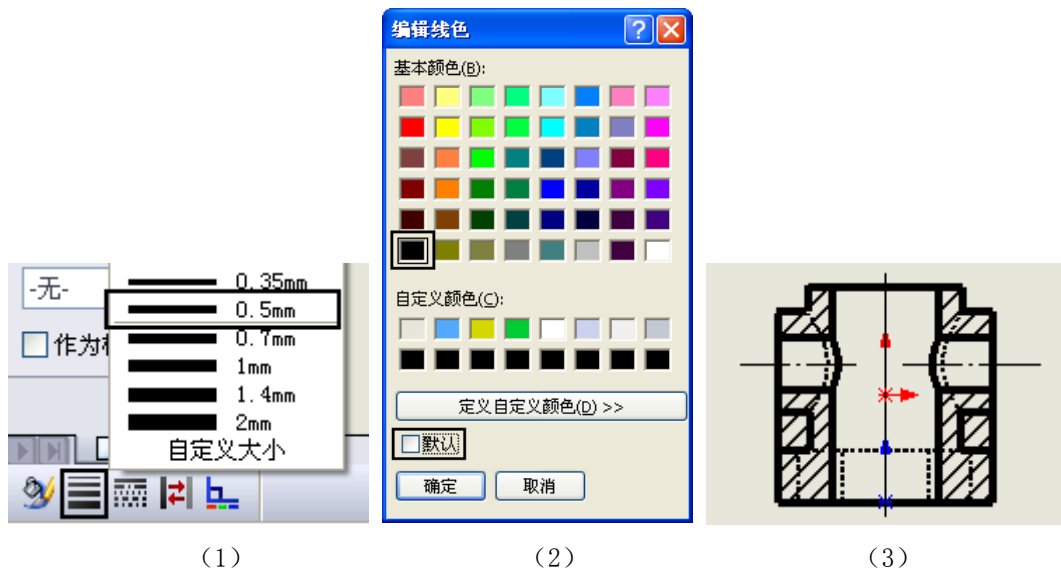

图 3-18 修改线段显示样式
图标，如图 3-18 (1) 所示，在出现的线粗列表中选择“0.5mm”；单击“线色”命令图标，如图 3-18 (2) 所示，在出现的“编辑颜色”中去除“默认”线色，选择“黑色”并“确定”。单击“”确定，将六条线段设置为黑色的粗实线，结果如图 3-18 (3) 所示。